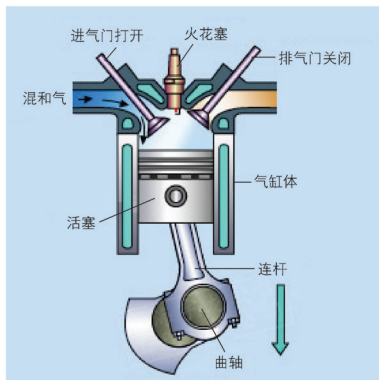

图 2-1 进气行程
① 进气行程。随着曲轴的旋转，活塞从上止点向下止点运动，这时进气门打开，排气门关闭，如图 2-1 所示。进气过程开始时，气缸内残存有上一循环未排净的废气，因此，气缸内的压力稍高于大气压力。随着活塞下移，气缸内容积增大，压力减小，当压力低于大气压时，在气缸内产生真空吸力，空气经空气滤清器、进气管